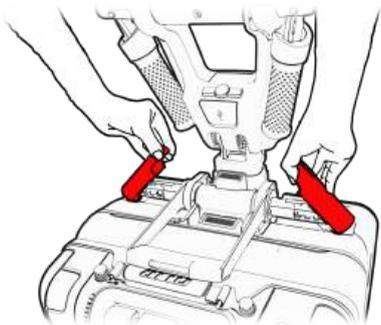

Figura 50
2. Aprire entrambe le leve di separazione (vedere Figura 50).